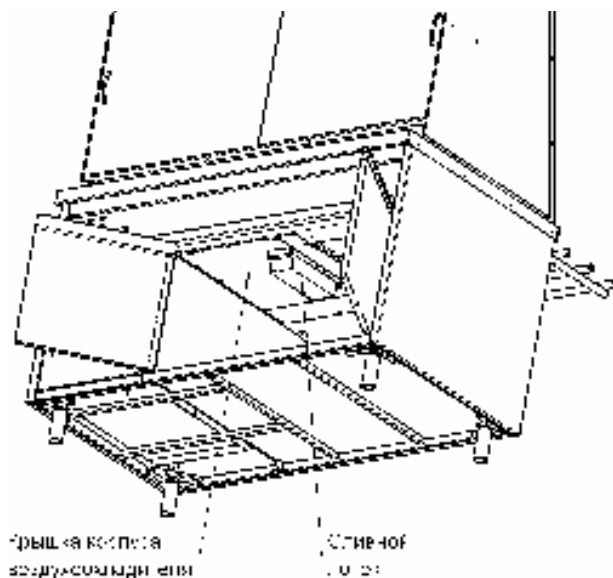

Рис.3
7.3 Сбор воды, образующейся при оттайке испарителя воздухоохладителя, производится в выдвижной сливной лоток, который установлен под воздухоохладителем в технологическом отсеке (см. рис.3).
8.3 Для доступа к вентилятору и испарителю воздухоохладителя необходимо (см. рис.3):